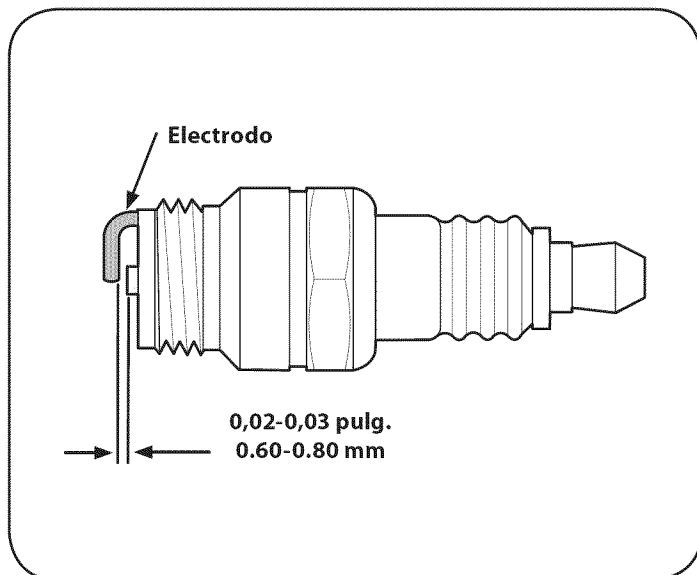

Figura 21
3. Mida la separación de bujía con un calibre. Corrija de ser necesario torciendo el electrodo lateral. Vea la Figura 21. La separación debe establecerse en 0,030 pulg.